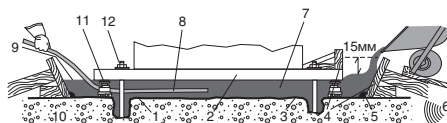

Рисунок 1: Схема применения MASTERFLOW 928 (EMACO S55) для высокоточной цементации оборудования
4. Опалубка должна быть изготовлена из прочного водонепроницаемого материала, в целях предотвращения вытекания состава, должна быть надежно заанкерована и подперта для того, чтобы выдержать давление состава после укладки. Со стороны, откуда будет заливаться MASTERFLOW 928 (EMACO S55), следует предусмотреть зазор в 150 мм между той стороной, куда он будет заливаться (см. рис.1), и основанием станины оборудования. С боковых сторон следует предусмотреть зазор не менее 50 мм между опалубкой и боковыми сторонами станины. Можно использовать и другое, отличное от приведенного на рисунке, оборудование для заливки MASTERFLOW 928 (EMACO S55), например, растворонасосы, воронки и т.п. При заливке фундамента для крупногабаритных оснований станины и для того, чтобы обеспечить свободное поступление состава MASTERFLOW 928 (EMACO S55), может оказаться полезным замешивание более текучей смеси (содержание воды примерно на 5–10% больше максимально указанного значения в документе о качестве материала). То есть сначала подгрунтовать бетонное основание, если есть возможность, а затем замешать MASTERFLOW 928 (EMACO S55) до нормальной консистенции.